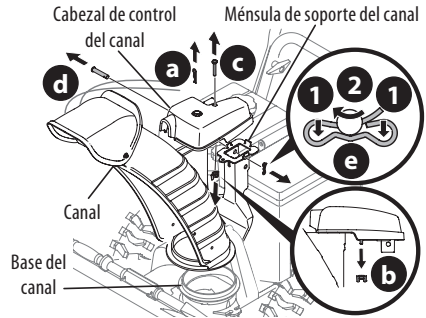

Figura 35
- Retire el pasador de chaveta (a), la tuerca de mariposa (b) y el tornillo hexagonal (c) del cabezal de control del canal. Extraiga el pasador de horquilla (d) y el pasador de chaveta con unión curva (e) de la ménsula de soporte del canal (Figura 35).